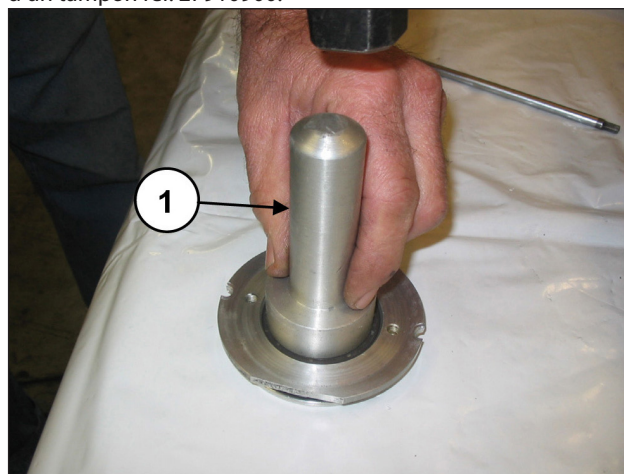

Fig. 157
Monter le joint Spi sur le carter d'huile (rep. ①, Fig. 157) à l'aide d'un tampon réf. 27910900.